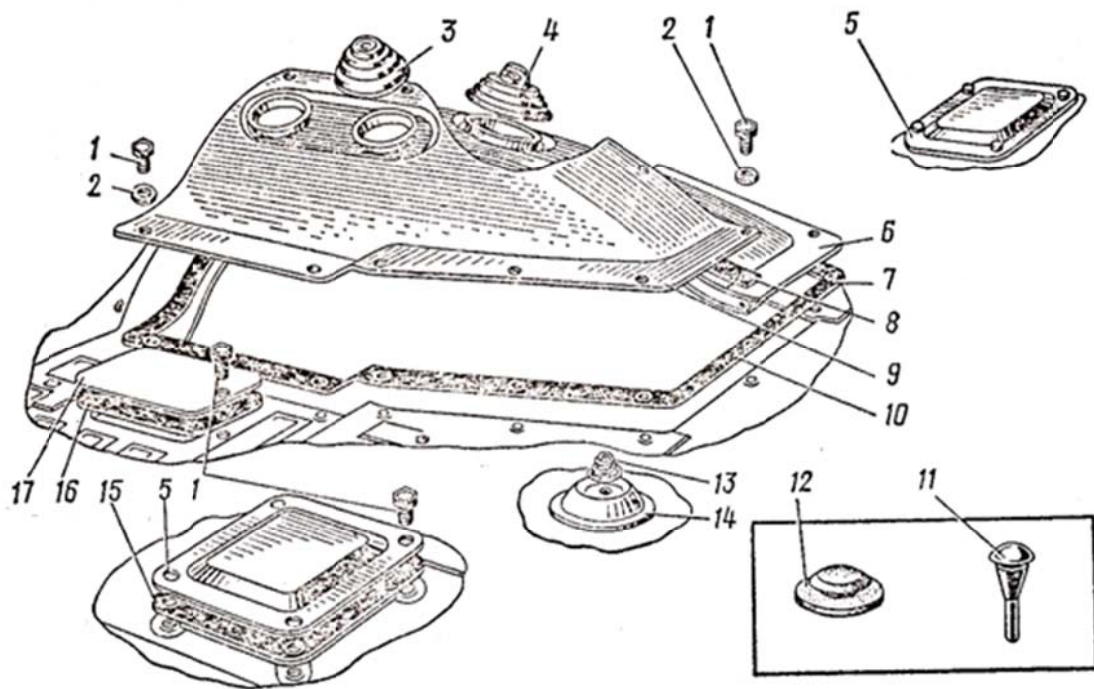

Рис. 1.10. Крышки люков пола кузова:
28. Отвернуть болты 1 (рис. 1.10) с шайбами 2 крепления правой и левой крышек люка переднего пола	Ключ 10 × 12
75. Установить крышки 6 (рис. 1.10) и 9 люка переднего пола, ввернуть и затянуть болты 1 с шайбами 2, установить уплотнители 3 и 4 рычагов стояночного тормоза, коробки передач и раздаточной коробки	Бородок 6, ключ 8 × 10, отвертка 175 × 0,7